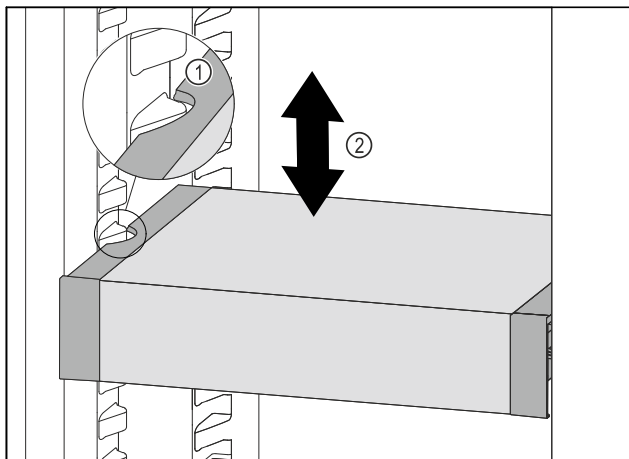

Fig. 114
- ▶ Тяните VarioSafe вперед, пока боковые выемки VarioSafe не окажутся на высоте выступа резервуара в холодильном отделении. Fig. 114 (1)
- ▶ Двигайте VarioSafe в холодильном отделении вверх или вниз, пока не будет достигнута требуемая высота. Fig. 114 (2)